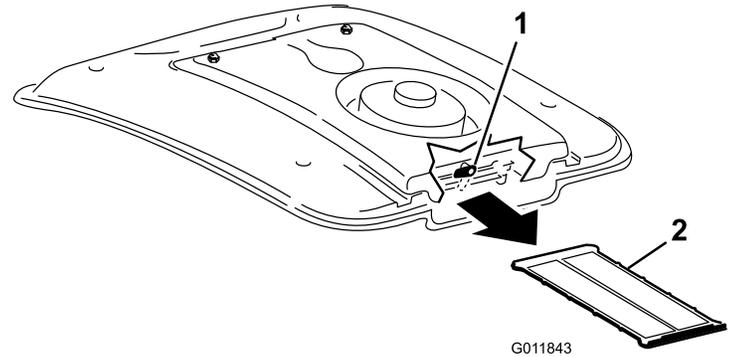

Figura 90
2. Na parte posterior da montagem da ventoinha, rode o trinco para o lado (Figura 90).
3. Deslize o filtro A/C da parte inferior da serpentina do ar condicionado (Figura 90).
4. Limpe cuidadosamente o filtro com ar comprimido (Figura 90).